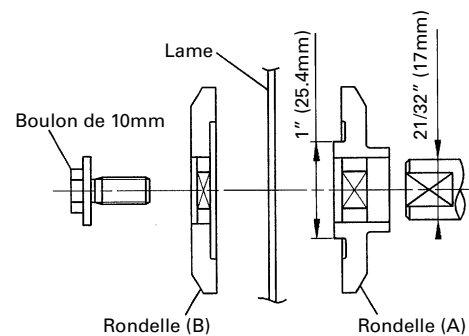

Fig. 44-d
- (7) Appuyer sur le verrou d'axe et serrer le boulon de 10 mm en le tournant vers la gauche à l'aide de la clé fournie comme accessoire standard (clé de 17mm), comme indiqué à la Fig. 44-c.